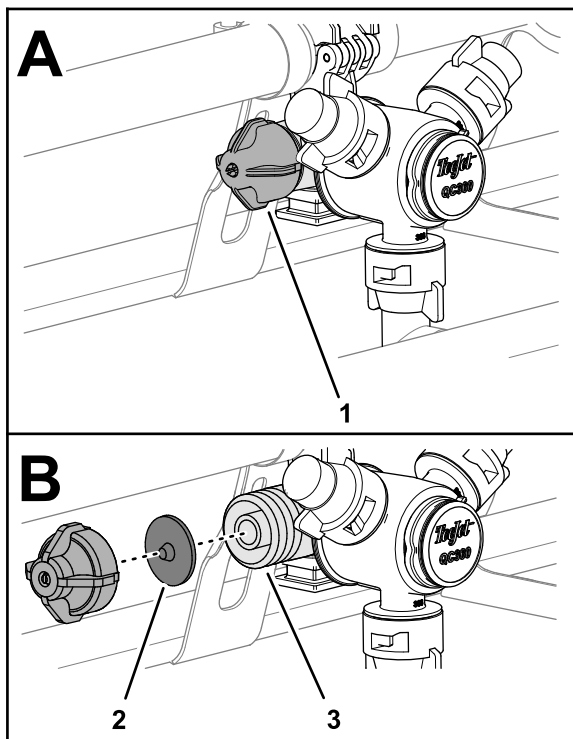

Figure 32
1. Tournez le capuchon de la membrane dans le sens antihoraire et retirez le capuchon du corps de la buse (Figure 32).
2. Enlevez la membrane du clapet antiretour du capuchon ou du corps de la buse (Figure 32).
3. Nettoyez le capuchon, la membrane et le corps de la buse à l'eau propre (Figure 32).
4. Insérez la membrane dans le capuchon, la pointe vers le capuchon (Figure 32).
5. Montez le capuchon garni de la membrane sur le corps de la buse et serrez-le à la main (Figure 32).